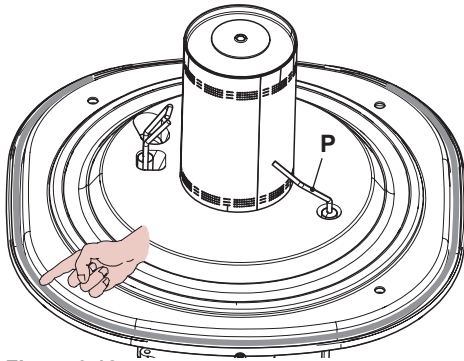
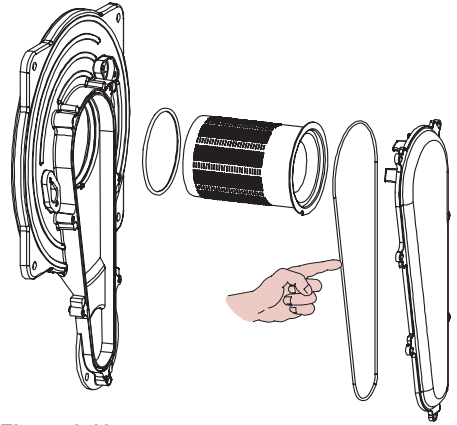

Figura 9.12
Figura 9.13
- La guarnizione in silicone della parete frontale della camera di combustione Figura 9.12 e la guarnizione del coperchio condotto aria/gas (Figura 9.13) devono essere cambiate se deteriorate e comunque devono essere obbligatoriamente sostituite ogni 2 anni.
- L'elettrodo di rilevazione P in Figura 9.12 funge anche da sensore per il corretto scarico della condensa. Se tale elettrodo viene a contatto con acqua di condensa presente all'interno della camera di combustione manda in blocco di sicurezza la caldaia. Pertanto se si trova la coibentazione bagnata o deteriorata provvedere alla sostituzione.